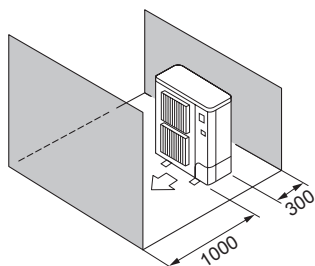

Fig. 2-10
- ⑤ Enbart hinder på framsidan och baksidan (Fig. 2-10)